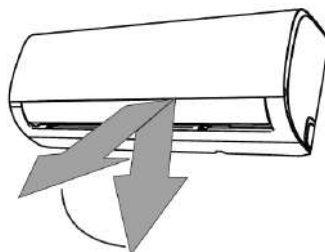

fig. 7 -
Per regolare la direzione del flusso d'aria verticale ("fig. 7 -") che esce dall'unità interna premere il tasto "SWING" oppure "DIRECT".
Di seguito viene descritto il significato dei codici mostrati dal display dell'unità interna ("fig. 7 -"), in luogo dei due "88" mostrati nella figura.
9. **INDICAZIONE ATTIVAZIONE WIFI.** Il display mostra il simbolo indicato in "fig. 7 -", particolare 1, quando l'unità è regolarmente connessa alla rete wireless per il controllo remoto.